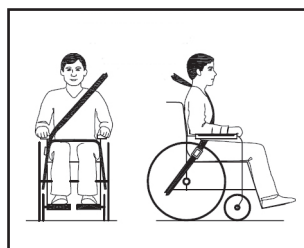

Figure 4
- Les ceintures abdominales doivent être pleinement en contact avec tout l'avant du corps, au niveau de la jointure des cuisses et du bassin. La ceinture supérieure doit soutenir entièrement l'utilisateur, comme indiqué dans la figure 4.